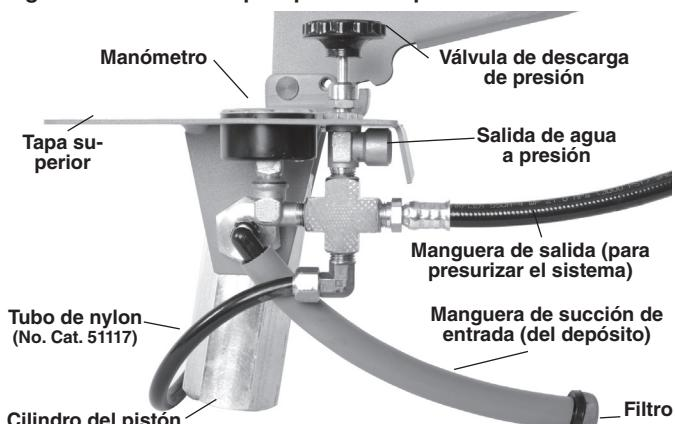

Figura 2 – Componentes de la bomba
**Aviso** Controle la presión cuidadosamente para no exceder la presión nominal o de prueba. Una presión superior a la presión nominal de la bomba (725 psi o 50 Bar) daña la bomba. Típicamente se produciría la ruptura de la manguera de nylon (*Figura 2*), con lo cual se protegen los demás componentes del sistema.